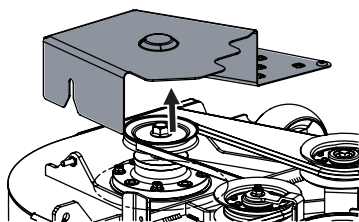

Figure 55
3. Retirez le couvercle des courroies du plateau (Figure 55).